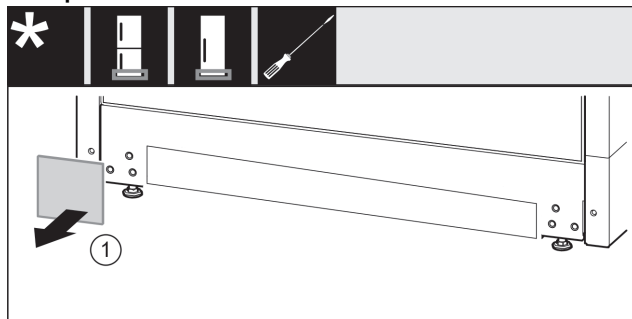

Fig. 17
- ▶ Snemite pokrov Fig. 17 (1).